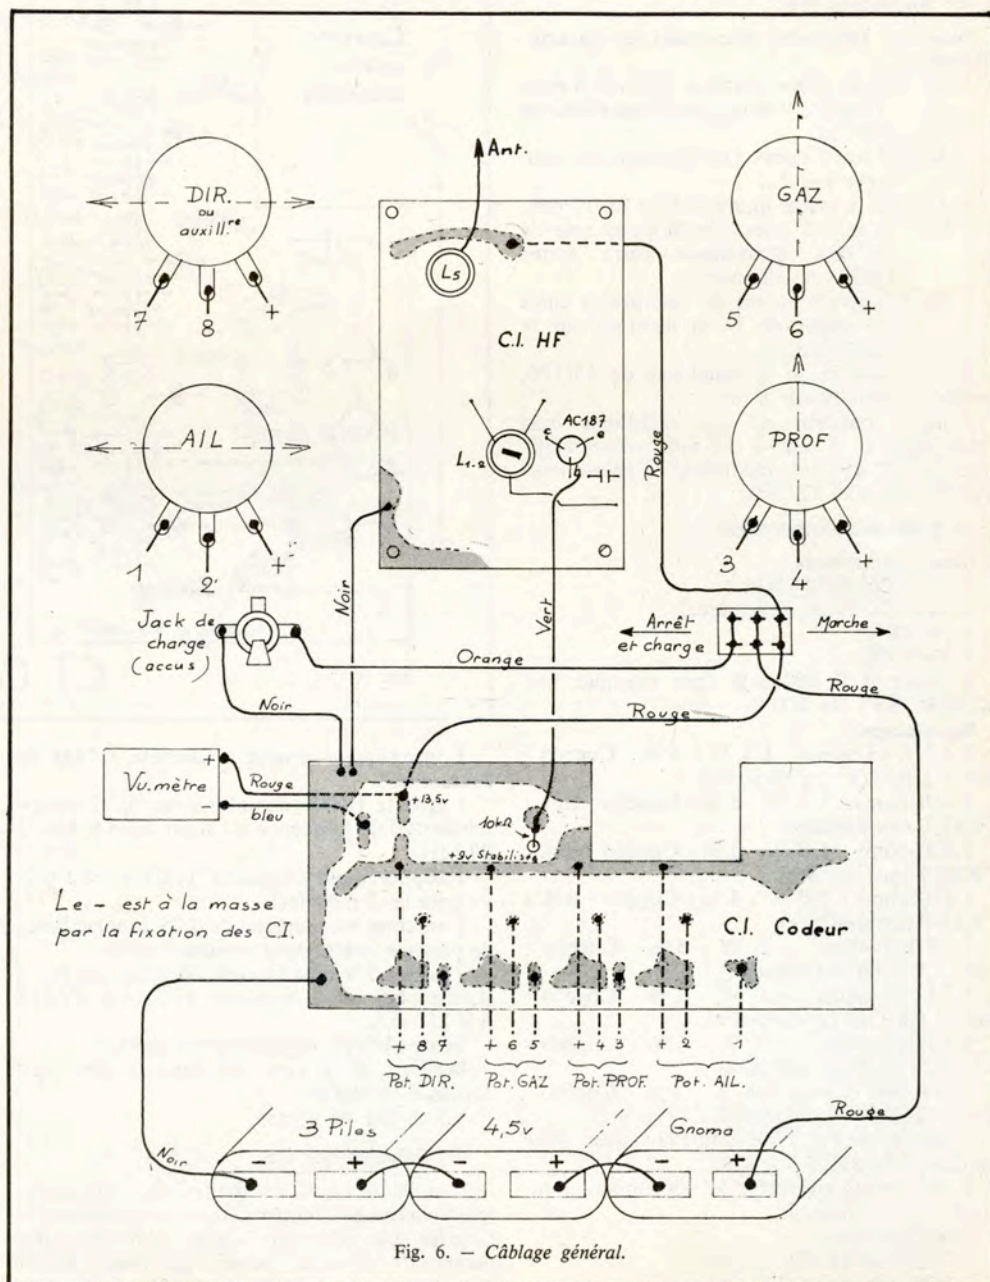

Fig. 6. - Câblage général.
a) HF : souder les fils + (rouge) et - (noir) selon la figure 6. Souder un fil conducteur de 1 cm entre les plots collecteur et émetteur du AC187 de manière à le court-circuiter.
Terminer le câblage (Fig. 6). Laisser aux fils des potentiomètres une longueur juste suffisante pour assurer un mouvement correct des trims. Souder le fil vert du CI HF, sur le fil de la 10 000 ohms, donc côté pièces.
Le coffret a été dessiné pour contenir exactement les 3 piles Gnoma, placées à plat dans le fond et côte à côte (voir Fig. 6). Les réunir au préalable par quelques tours de ruban adhésif. Souder les 2 fils de liaison, puis les 2 départs + et -. Placer les piles et enfoncer entre les lamelles (tournées vers l'arrière) et le rabat du bas du boîtier une bande de carton fort